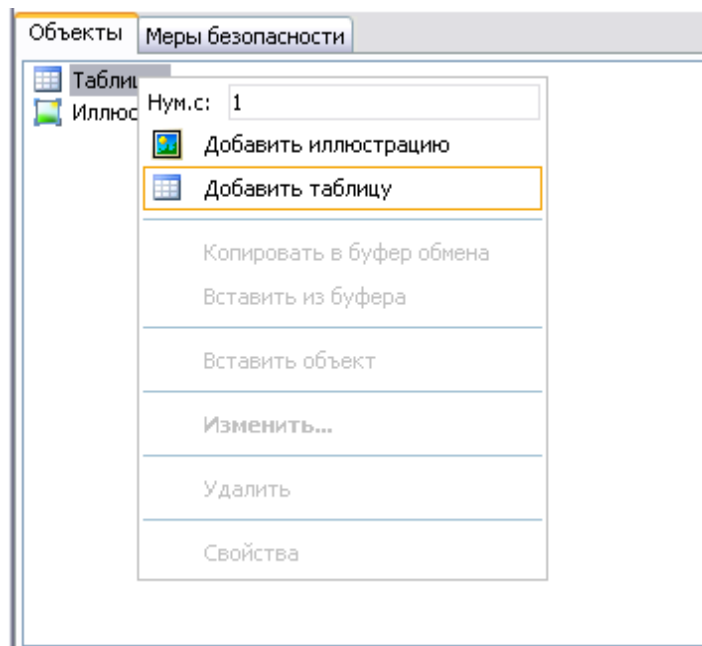

Рисунок 898
- 1) На вкладке **Объекты** щелкните правой кнопкой мыши по названию объекта **Таблицы** (рисунок 898).